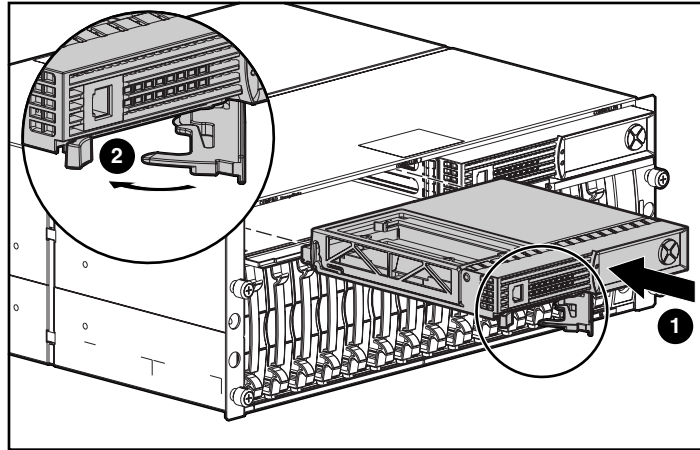

Abbildung 4: Einsetzen des Austausch-Controllers
3. Setzen Sie den Austausch-Controller in das Gehäuse ein **❶** (siehe Abbildung 4).